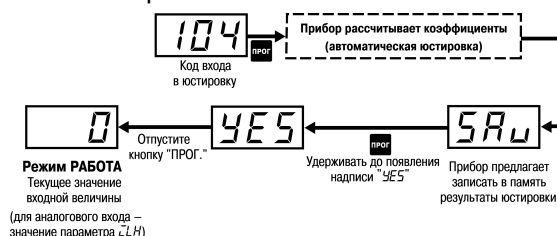

Рисунок 8.2 – Схема юстировки наклона характеристики ТС или датчика с унифицированным выходным сигналом
4. Не менее чем через 15 – 20 сек после включения питания провести юстировку прибора (см. рисунок 8.2). Юстировка производится автоматически. После юстировки прибор возвращается в режим **Работа**.